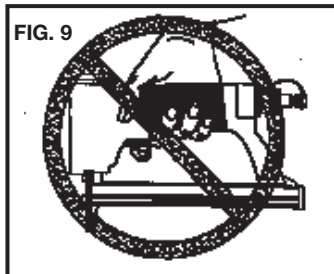

FIG. 9
15. **Não use a ferramenta sem o rótulo de aviso de segurança.** Se o rótulo estiver faltando, danificado ou ilegível, entre em contato com o Centro de Assistência Técnica para que seja substituído. Fig. 9.